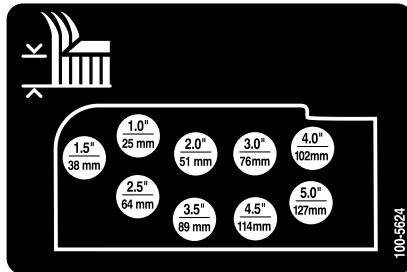

Рисунок 23
10. Закрепите цепи регулировки высоты скашивания в требуемом отверстии с помощью шплинтуемого штифта и игольчатого шплинта (Рисунок 23).